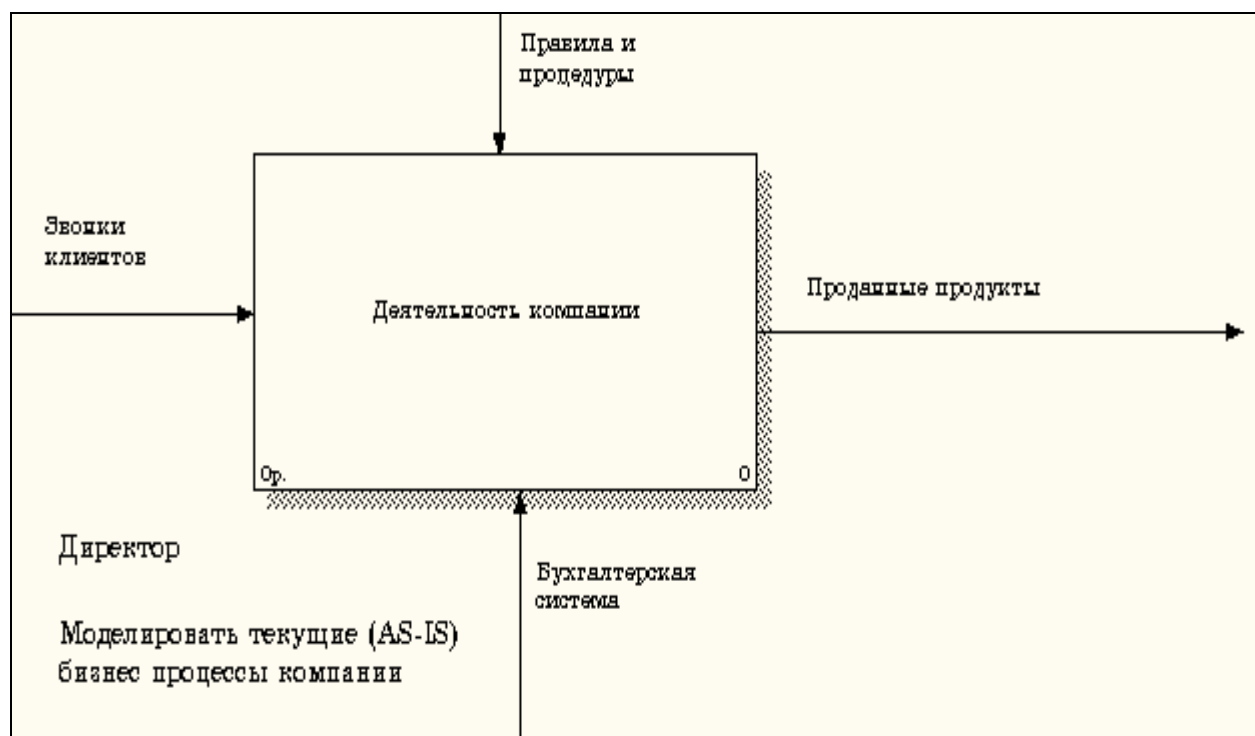

Рисунок 2.11 – Внесение текста в поле диаграммы с помощью редактора *Text Block Editor*
11. С помощью кнопки **T** внесите текст в поле диаграммы - точку зрения и цель (рисунок 2.11). Результат выполнения показан на рисунке 2.12.